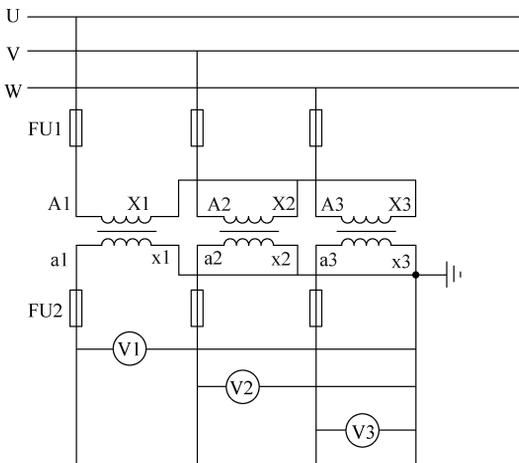

图 2-8
1. 识读三台单相电压互感器星形接线的电压测量电路（见图 2-8）。